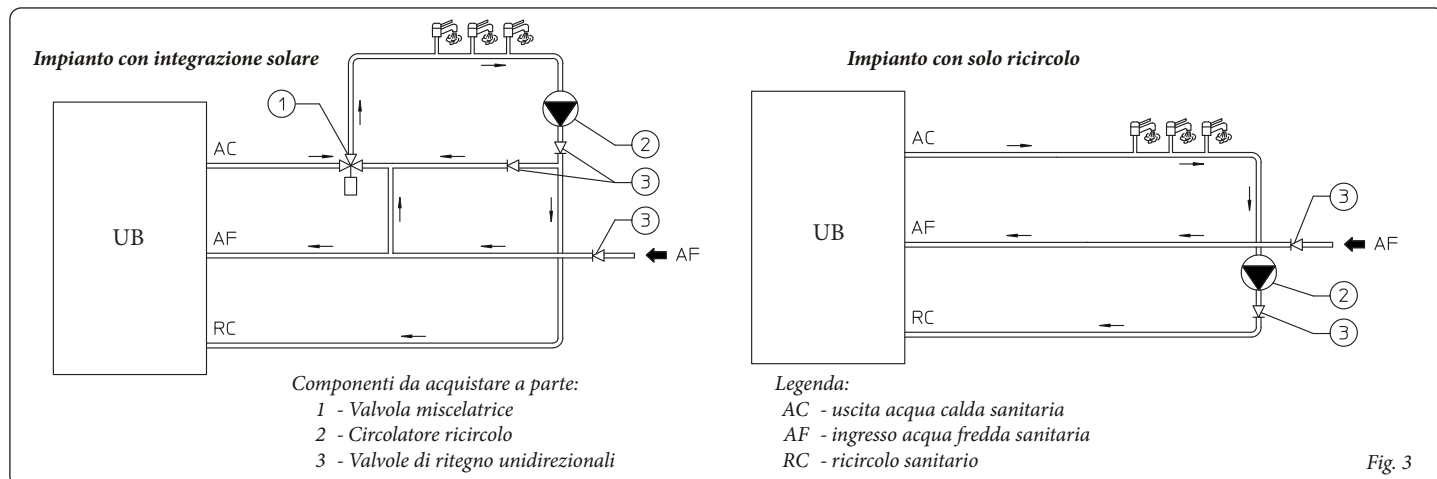

Fig. 3
**Attenzione:** per un buon funzionamento del ricircolo sanitario è consigliata l'installazione di: una valvola miscelatrice (impianti con integrazione solare), valvole unidirezionali e un circolatore seguendo gli schemi riportati in figura 3 secondo le proprie esigenze impiantistiche. **Gli schemi idraulici rappresentati di seguito sono a titolo esemplificativo, i componenti descritti (Rif 1 ÷ 3 fig. 3) non sono forniti con questo kit optional ma sono da acquistare separatamente.**